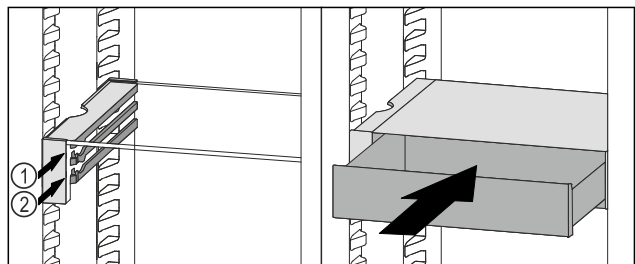

Fig. 109
- VarioSafe-Schubfach hinter den Stoppern auf gewünschter Rippe Fig. 109 (1) oder Fig. 109 (2) aufsetzen.